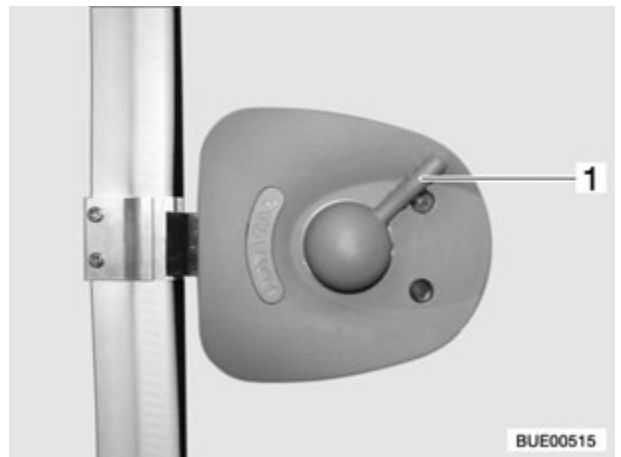

Fig. 23 Cerradura de la puerta de entrada, interior, bloqueada
- Presionar hacia arriba unos 45° el tirador de la puerta (Fig. 23,1) y dejarlo en esta posición.